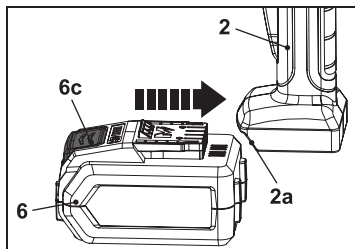

Fig. 6
1. Alinee la ranura de la batería (6) con las estrías correspondientes del receptáculo (2a) de la pistola pulverizadora (2).
2. Inserte la batería (6) hasta que quede firmemente bloqueada en su posición (Fig. 6).